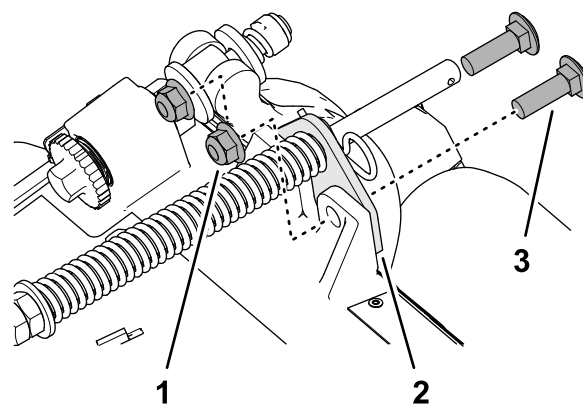

Figure 14
- Retirez les 2 contre-écrous à embase (3/8") et 2 boulons de carrosserie (3/8" x 1/4") qui fixent le support du compensateur au cadre de l'unité de coupe (Figure 14).